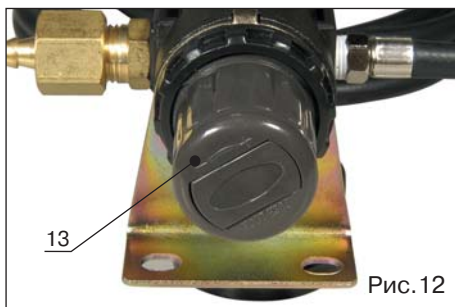

Рис.12
- Для фиксации выставленного давления верните крышку (поз.13, рис.12) регулятора в исходное положение.